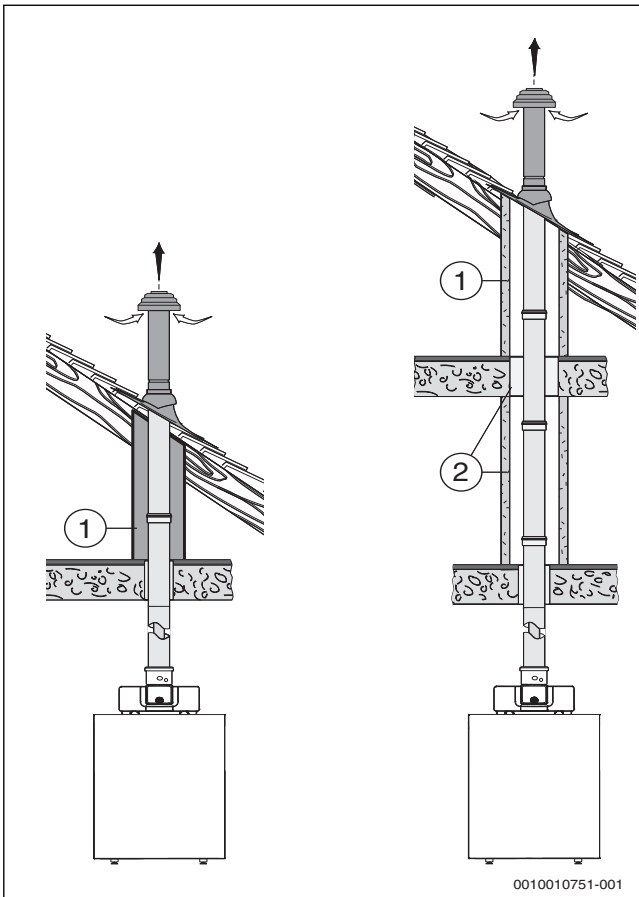

Fig. 2 Estructura de chimenea
- En caso de encontrarse sólo la construcción del techo directamente sobre la sala de instalación, la tubería de gases de escape debe revestirse entre el borde superior del techo de la sala de instalación y el revestimiento del techo. Para ello basta un material de construcción no inflamable, no deformable o un tubo metálico de protección (→ fig. 2, [1]).
- En el momento de entubar el conducto de aire/gases de escape fuera de la sala de instalación hasta la cubierta debe incluirse un canal con la clase de resistencia al fuego L30 (F30) o L90 (F90) (→ fig. 2, [2]). Para ello utilizar construcciones de chimeneas homologadas.